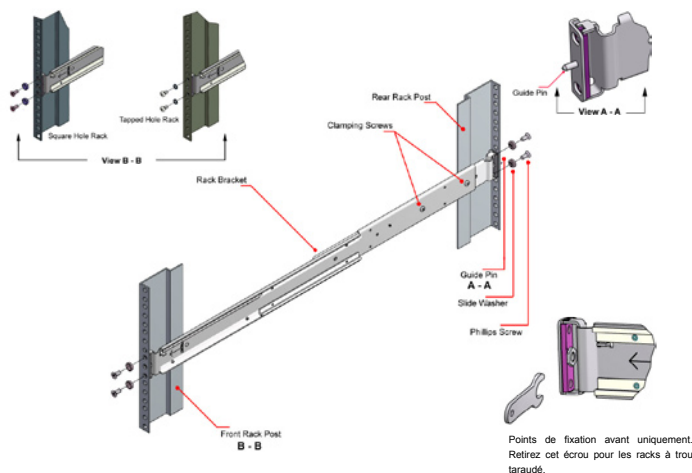

Figure 4 : fixation des supports au rack (ensemble gauche illustré)
3. Assemblez les supports du rack au montant comme suit. Les supports sont universels et peuvent être installés d'un côté comme de l'autre (voir figure 4).